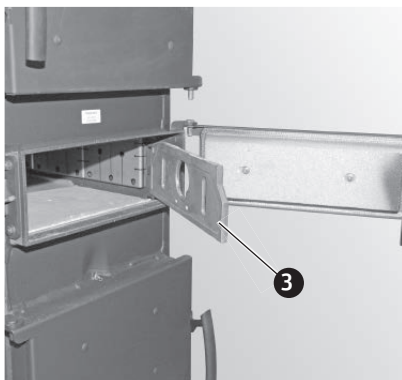

Fig. 20 Porte d'allumage : décrocher la grille verticale et l'accrocher au côté opposé
- ▶ Porte d'allumage : décrocher la grille verticale et l'accrocher au côté opposé – Fig. 20.